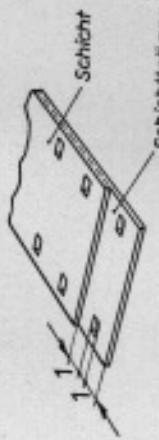

Bild 11
31. Beide Filme etwa 1 mm vor den Perforationslöchern quer durchschneiden. (Siehe Bild 11).
1. Beide Filme etwa 1 mm vor den Perforationslöchern quer durchschneiden. (Siehe Bild 11).